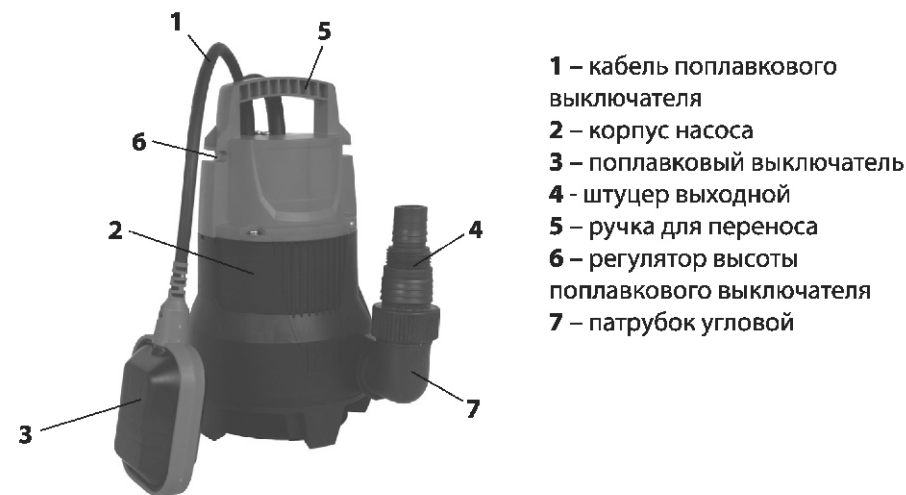

рис. 1
1.6 Общий вид насоса представлен на рис.1
1.7 Двигатель и насос расположены в пластиковом корпусе (рис.1 поз.2). Насос приводится в действие асинхронным двигателем переменного тока. Подключение насоса к сети осуществляется кабелем питания со штепсельной вилкой с заземляющим контактом. Насос начинает работу при подключении к сети питания, и срабатывании поплавкового выключателя.
3.2 Прикрутите к корпусу насоса (рис.1 поз.2) угловой патрубок (рис.1 поз.7) с предварительно прикрученным к нему выходным штуцером (рис.1 поз.4). Смонтируйте и присоедините к выходному штуцеру напорную магистраль. Исключите возможность попадания крупных частиц со дна источника в насос. Опустите насос в воду и включите его. Для погружения и подъёма насоса используйте верёвку и трос, привязанные к его рукоятке. Перед погружением насоса необходимо проверить его работу, включив в электрическую сеть на 5-10 секунд.
3.4 Для установки других пределов регулировки, следует изменить вылет поплавка относительно места крепления (рис.1 поз.6) его кабеля (рис.1 поз.1) на рукоятке (рис.1 поз.5). Проверьте, что уровень воды в пределах поля регулирования по отношению к перекачиваемому объёму, не потребует от насоса 20-ти и более выключений в час. Частые коммутации выключателя сокращают срок
3.5 Привяжите верёвку (трос) к ручке (рис.1 поз.5) насоса. Кабель питания можно закрепить на этой верёвке.